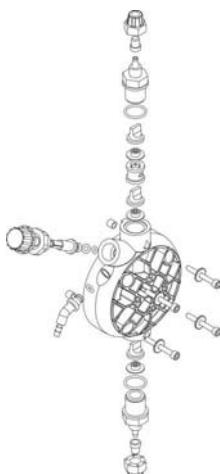

Fig. 10
- 3) Eliminer le liquide à l'intérieur de la tête de la pompe, notamment en la démontant (retirer les 4 vis (fig. 10). Puis remonter la tête.
- 3) Eliminer le liquide à l'intérieur de la tête de la pompe, notamment en la démontant (retirer les 4 vis) (fig. 10).
Pour effectuer cette opération, si l'appareil n'est pas fixé à l'installation, le faire pulser la pompe pendant quelques secondes (15/30) en la tenant la tête en bas et sans les tubes reliés aux raccords, si ce n'est pas possible, démonter et remonter la tête de la pompe (fig. 10), par les quatre vis de fixation.